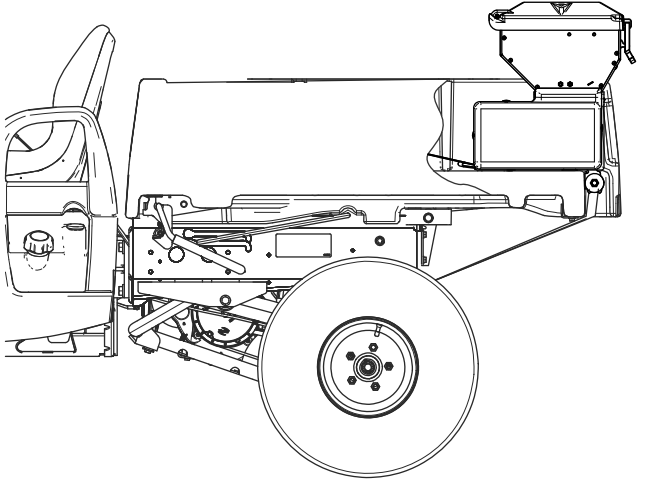

图 22
2. 将撒布机滑到 UTV 车箱上直至车箱止动装置接触到车箱图 22。